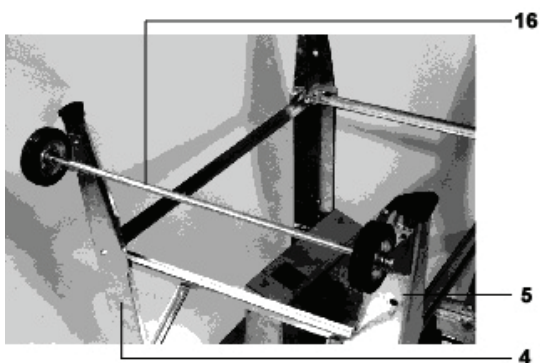

Fig. 9
- Luați patru șuruburi cu capul hexagonal M6x16, patru șaibe M6 și patru piulițe M6 cu care montați componentul 16 (osia) + componentul 17 (2 role) pe componentele 4 și 5 (v. fig. 9). Nu strângeți șuruburile prea tare.